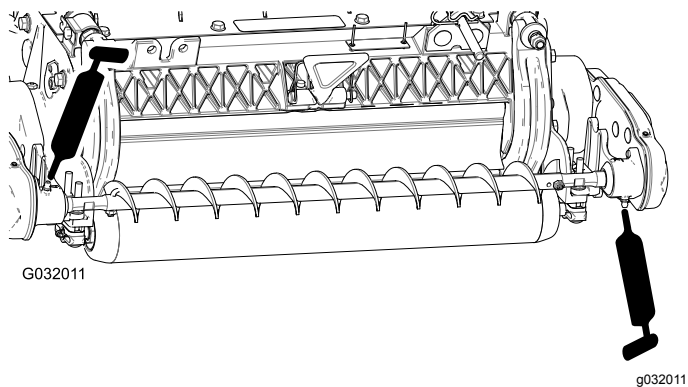

Рисунок 19
4. Заправьте масленки на каждом корпусе подшипника щетки катка консистентной смазкой № 2 на литиевой основе (Рисунок 19). Удалите излишки консистентной смазки, особенно вокруг защитных уплотнений.